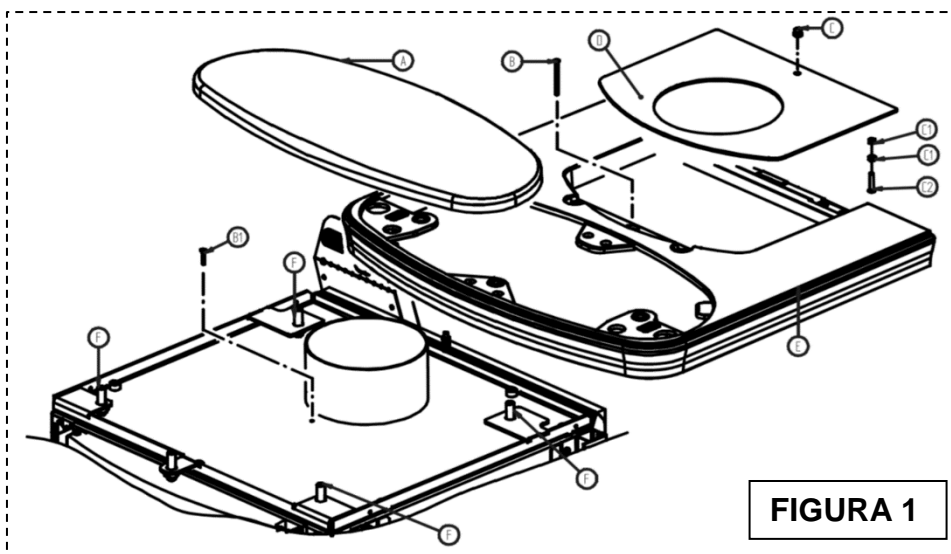
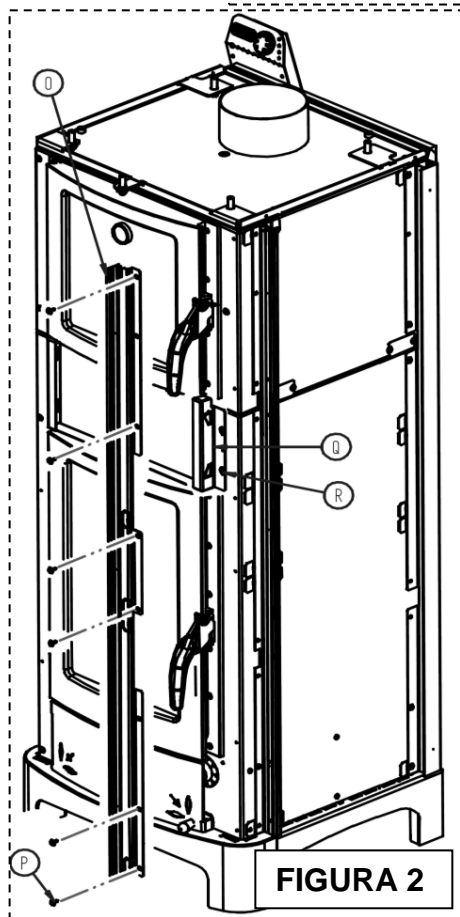

FIGURA 1
FIGURA 2
- 2) Togliere il coperchio **D** agendo sulla viteria **C-C1-C2** (figura 1).
- 3) Svitare la vite **B** e togliere il coperchio in ghisa **E** (figura 1), fissare nel foro dov'era ancorata la vite **B** la vite **B1** fornita a corredo.
- 4) Svitare le viti **P** e togliere i supporti ceramiche **O** (figura 2).
- 5) Svitare le 4 viti **R** e togliere il supporto **Q** (figura 2).
- 9) Appoggiare ora il coperchio in ghisa **E** alzandolo o abbassandolo agendo sulle viti **F** (figura 1).
• Pulire le superfici interne del percorso fumi ed il fascio tubiero. Per farlo aprire la porta di caricamento, togliere la tavella in vermiculite (figura 1) e aprire il tappo S che nel modello ARDHEA-F EVO5 è posto sul retro (figura 2) mentre nel modello ARDHEA EVO5 è posto sotto il coperchio in ghisa (figura 3).